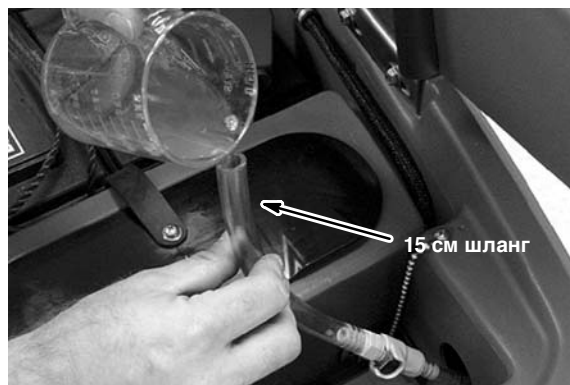

РИС. 68
3. Проложите шланг питания обратно в отсек FaST-ПАК. Подсоедините 15 см шланг питания, купленную деталь, к муфте клапана и налейте антифриз RV в шланг до полного состояния (Рисунок 68). Несколько раз сожмите шланг питания, если антифриз не течет.